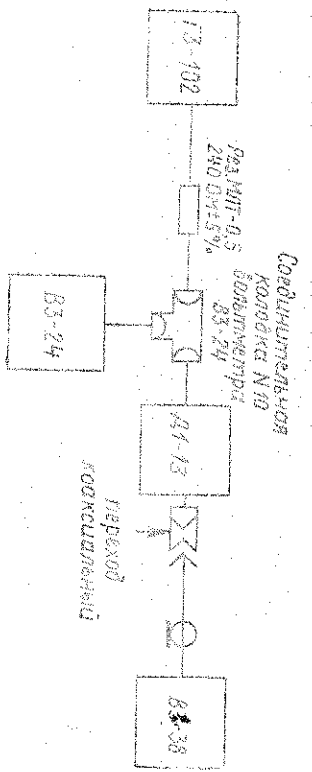

Рис. 6.
- Для определения погрешности на частоте 1 кГц на поддиапазонах 1—30 мВ и на частотах 20 Гц и 45 Гц приборы соединить по схеме, приведенной на рис. 6.